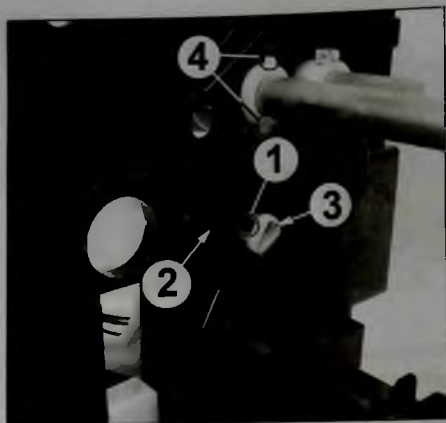
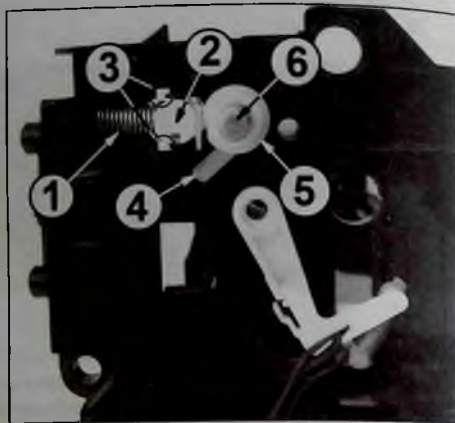

Рис. 29
Рис. 30
6. Располагают узел лотком подачи бумаги к себе. Освобождают фиксатор (1 на рис. 29) кулачка (2) левого рычага. Перемещают кулачок в правую сторону и снимают его с оси левого рычага. Перемещают левый рычаг в левую сторону, вынимают ось (3 на рис. 29) рычага из посадочного отверстия и снимают его с узла. Пустой рычаг снимают с узла аналогично снятию левого.
2. Снимают пружину (1 на рис. 30) прижимного вала транспорта бумаги.
3. Перемещают бушинг (2) вала прижима в левую сторону,
5. Освобождают фиксатор (4 на рис. 30) бушинга (5) вала транспорта бумаги (6) и поворачивают бушинг против часовой стрелки до совмещения выступов бушинга (4 на рис. 29) с пазами посадочного отверстия.